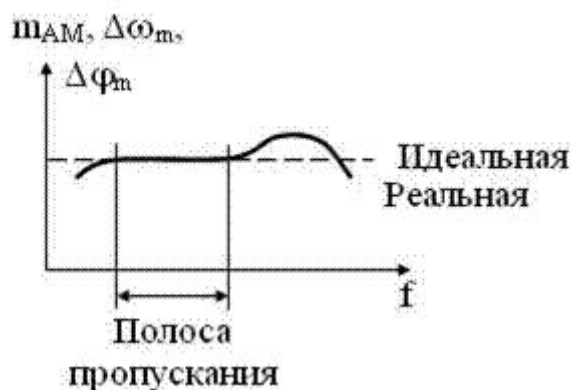

Рисунок 3.4 - Частотная характеристика модулятора
Идеальная частотная характеристика имеет постоянное значение на всех частотах (рисунок 3.4). Реальная характеристика имеет отклонения, что приводит к частотным искажениям. По частотной характеристике определяют частотные свойства модулятора (полосу пропускания модулятора).
2. Установить амплитуду генератора V1 как указано на рис.3.4.
8. Изменяя частоту модулирующего генератора от 150 Гц до 100 кГц составить таблицу частот и коэффициентов и построить график частотной характеристики модулятора (рис. 3.4).